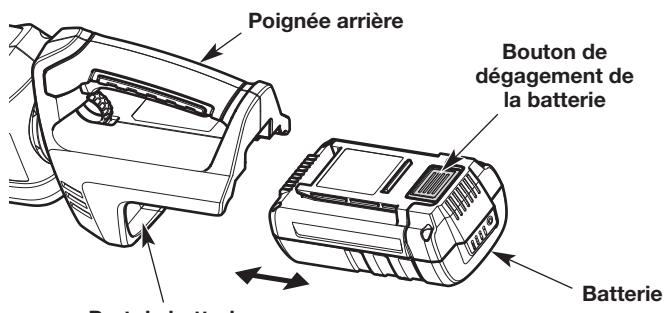

Fig. 5
- Saisissez fermement la poignée arrière (Fig. 5). **NE serrez PAS** la détente. Reportez-vous à la rubrique *Démarrage et arrêt*.
- Insérez la batterie en la faisant glisser dans le port de la batterie (Fig. 5). Poussez fermement la batterie jusqu'à ce que le loquet de la batterie s'enclenche (Fig. 5). Vous devriez entendre un « clic ».
- Appuyez sur le loquet de la batterie pour la déverrouiller (Fig. 5).
- Retirez la batterie du port de la batterie (Fig. 5).